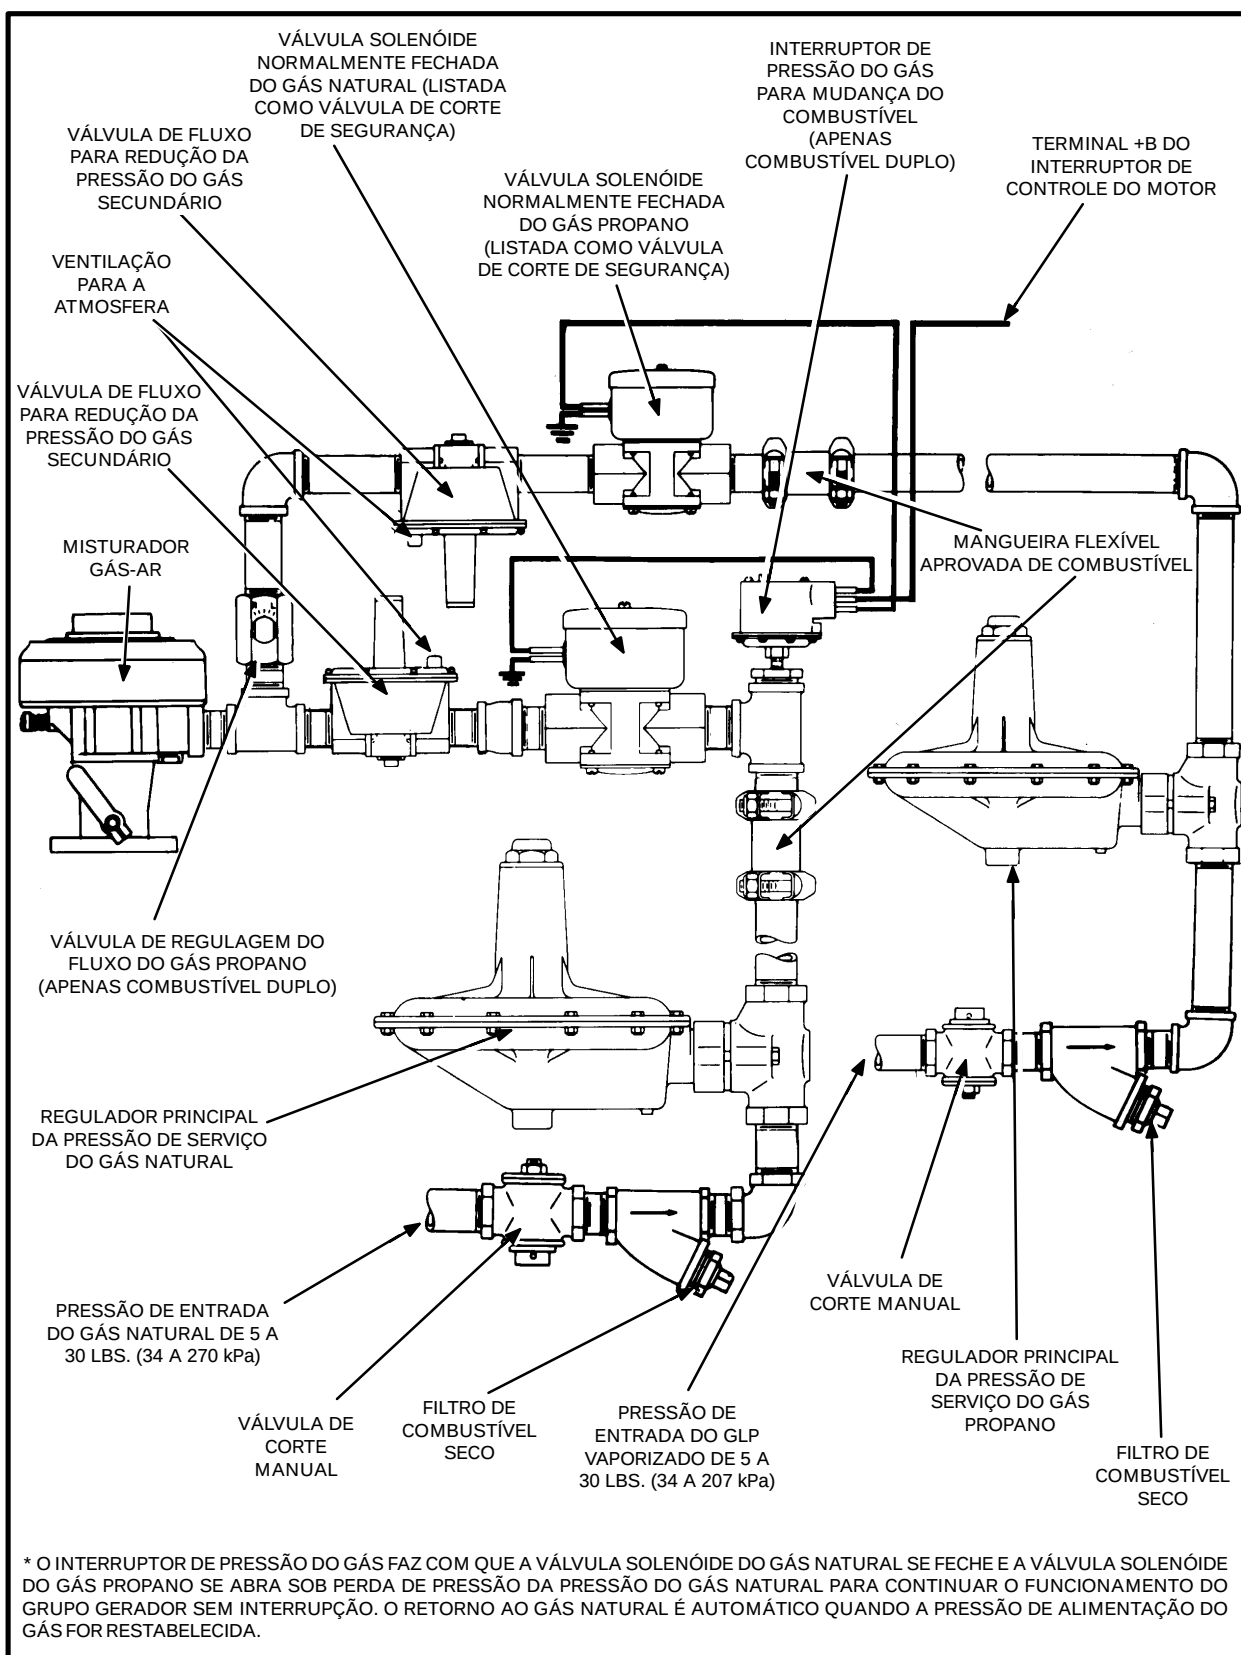

Figura 6-31: Sistema Típico de Combustível Gasoso
A **Figura 6-31** ilustra os componentes típicos de uma linha de gás de um sistema duplo de combustível (gás natural e GLP) com transferência automática. Os sistemas simples de combustível (gás natural ou GLP) utilizam as partes indicadas dos componentes do desenho. A figura não mostra o vaporizador de GLP fornecido com os grupos geradores da Gera Power Brasil, equipados para o uso de combustível líquido ou GLP (montado apenas em motores de grupos geradores externos). Os reguladores da pressão de serviço, os filtros de gás seco e as válvulas de corte manual geralmente são fornecidos pelo instalador, mas são fornecidos como acessórios pela Gera Power Brasil.
- Deve ser instalado um filtro de combustível seco em cada linha como mostra a **Figura 6-31** para proteger os componentes de regulação sensíveis à pressão e os orifícios à frente contra substâncias estranhas e prejudiciais transportadas juntamente com o fluxo do gás (oxidação, incrustações, etc.).